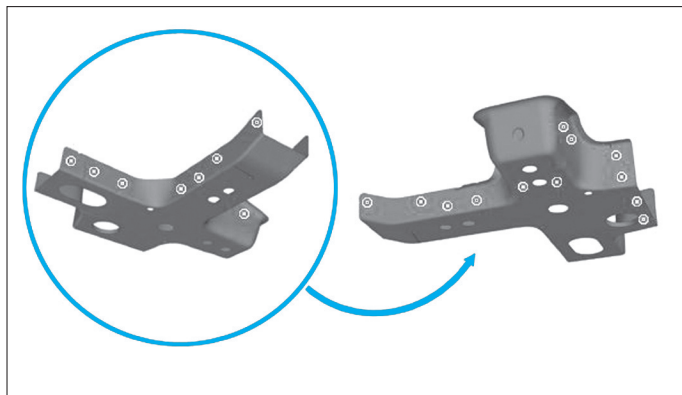

FIG. 2
- Percer l'élément avec un foret de 10 mm diamètre (Fig.2).